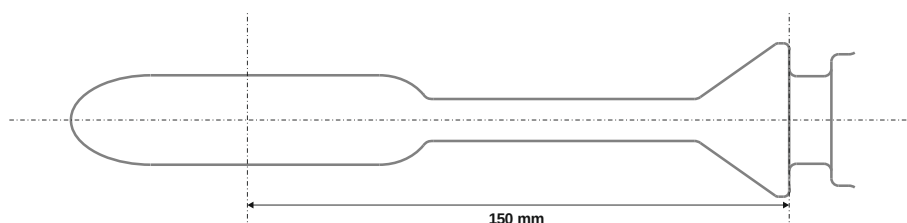

Figura 12: Distancia entre el centro de la punta en forma de gota y el extremo del anillo cónico para la fijación del condón.
- El centro de la punta en forma de gota tiene una distancia de 150 mm hasta el extremo del anillo cónico para la fijación del condón (consulte la figura 12).